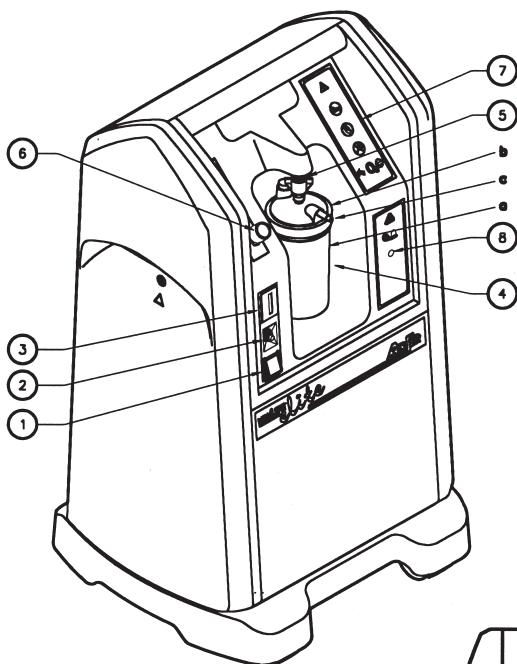

Fig. I.1
I. 1. Front panel (Fig. I. 1).....	2-GB
### I. 1. Front panel (Fig. I. 1)